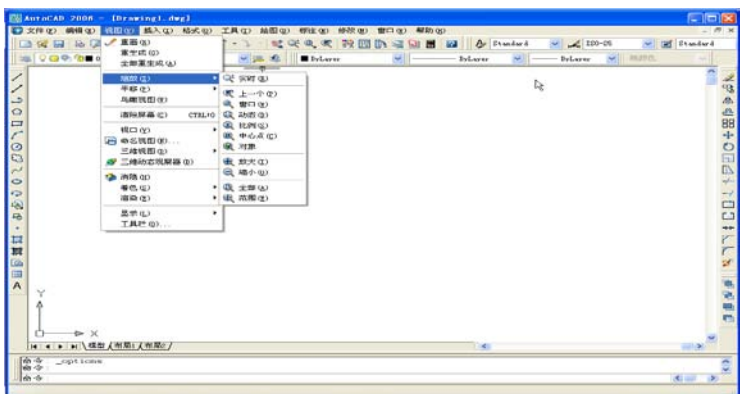

图 1-4 AutoCAD 2006 的下拉菜单
“绘图”“标注”及“修改”等菜单组成，这些菜单包括了 AutoCAD 2006 几乎全部的功能和命令。图 1-4 为 AutoCAD 2006 “视图”的下拉菜单。
(1) 菜单命令右边有小三角符号的表示其为多级菜单，鼠标在其上悬停时，将展开其下一级菜单，如图 1-4 所示；命令后跟有快捷键，表示按下快捷键，即可执行该命令；命令后跟有组合键，表示直接按组合键，即可执行该命令；命令后跟有“...”符号，表示选择该命令，即可打开一个对话框；命令呈现灰色，表示该命令在当前状态下不可使用。